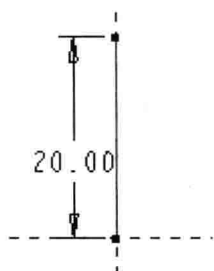

图 2-5 绘制扫描轨迹
(1) 新建零件文件, 文件名为 FIVE_POINTED_STAR-02。
(2) 在 TOP 面上绘制扫描轨迹(直线), 如图 2-5 所示。